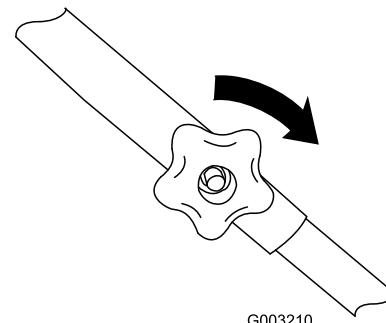

Bild 4
3. Setzen Sie die Schrauben und Handräder des oberen Griffes so ein, dass die Handräder außen am Griff sind. Ziehen Sie die Handräder so fest wie möglich an (Bild 4).